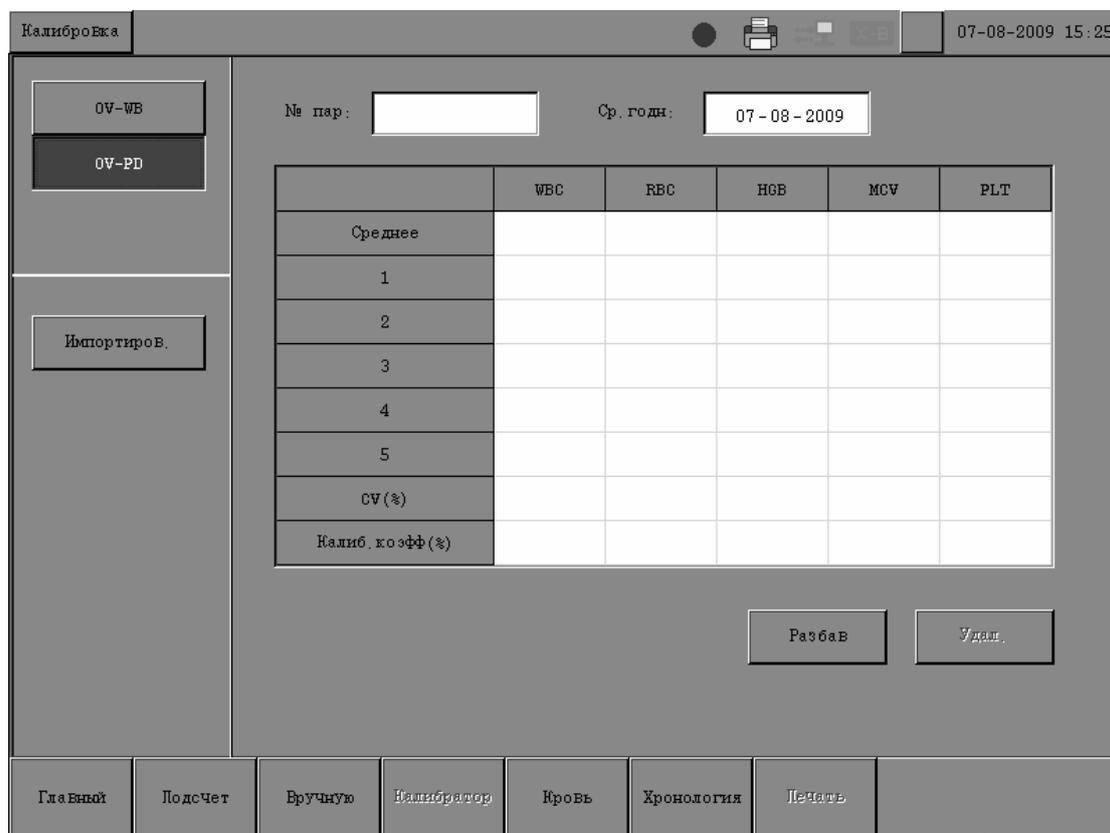

Рисунок 9-3 Экран «**OV-PD**»
- а) Убедитесь, что выбран режим «**OV-PD**» и отображается экран «**Калибровка**» (Рисунок 9-3).